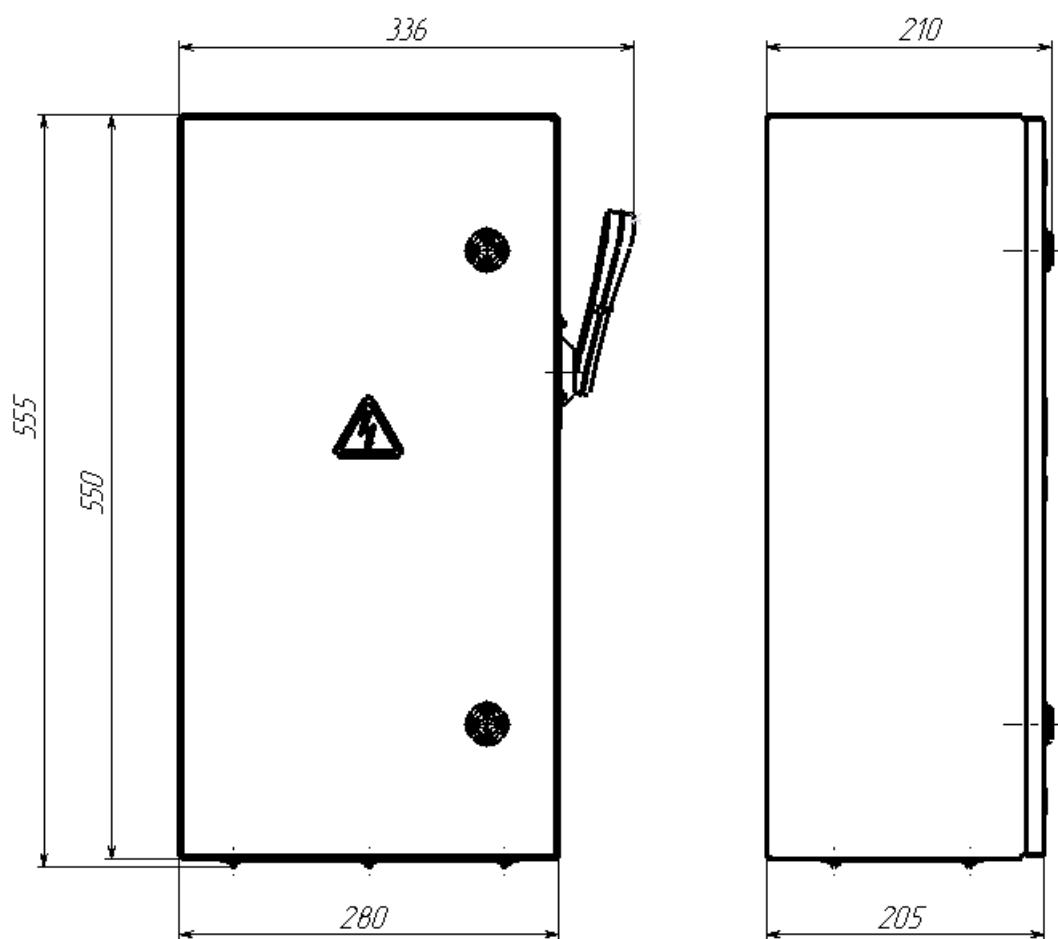

Рис.1 Внешний вид, габаритные и установочные размеры корпуса ящика силового ЯРП-250П-Узола.
2.13 Габаритные и установочные размеры	- см. рис.1;